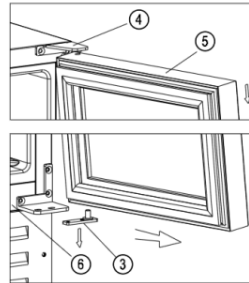

Abbildung 2
- Ziehen Sie die Tür ③ langsam nach außen [folgen Sie der Pfeilrichtung in Abbildung 2], um sie
- aus dem unteren Scharnier ② zu lösen und ziehen Sie die Tür ③ langsam nach unten, bis sie sich vom oberen rechten Scharnier ④ löst. Nehmen Sie die untere Scharnierplatte ③ aus dem Loch der Türachse heraus [Abbildung 2].#